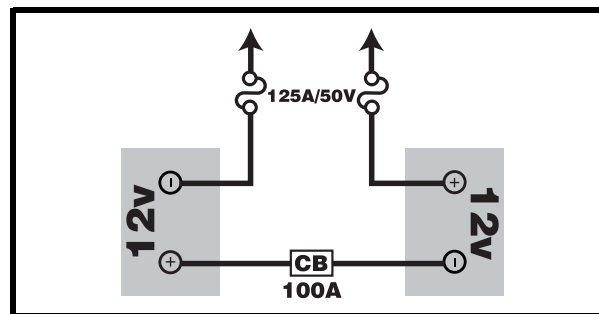

Figure 14A. Orientation des fils des batteries
7. Placez une nouvelle batterie dans chaque puits en prenant soins d'alignez les bornes de la batteries droite près du mât de siège et les bornes de la batterie de gauche loin du mât. **Voir la figure 14A.**